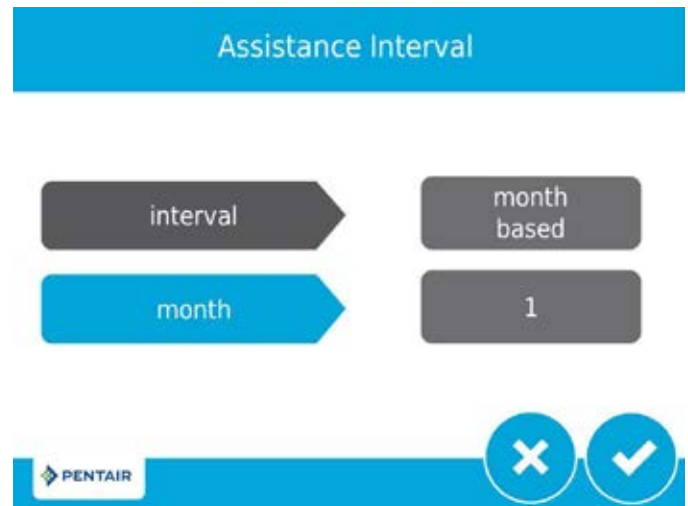

Figure 7 Écran Assistance Interval (Intervalle d'entretien)
5. Après avoir appuyé sur , l'écran d'accueil (Figure 7) s'affiche.